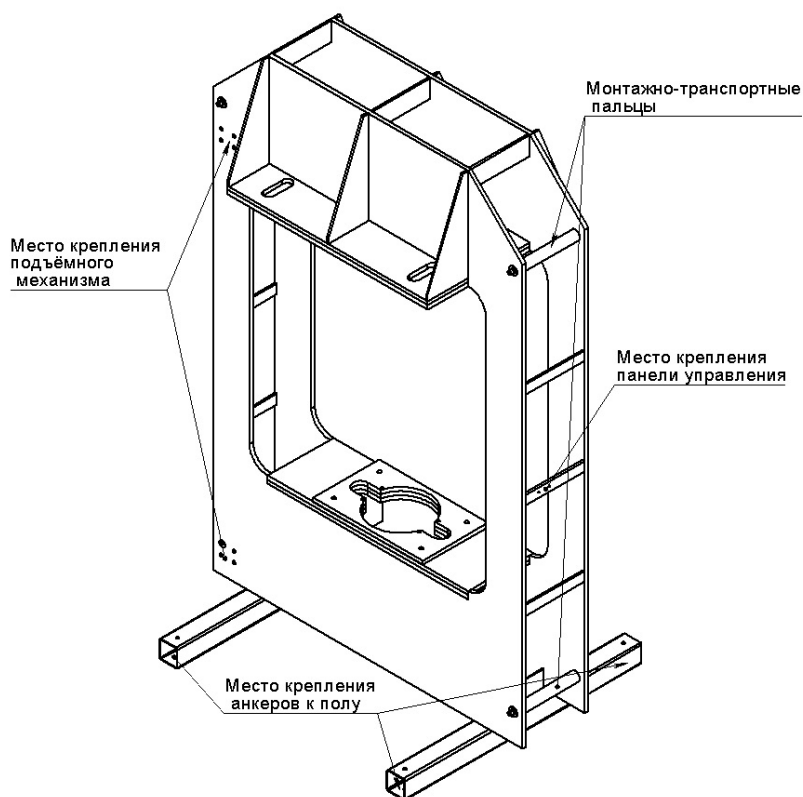

Рис.12 Расположение мест крепления оборудования.
3.2.1. После вскрытия упаковки, необходимо поставить раму поз.1 прессы в вертикальное положение. Для кантования, подъёма и перемещения рамы прессы в ней закреплены четыре монтажно-транспортных пальца (рис. 12)
3.2.2. Установить раму прессы на место работы, и зафиксировать её на полу четырьмя анкерными болтами (согласно рис.12)